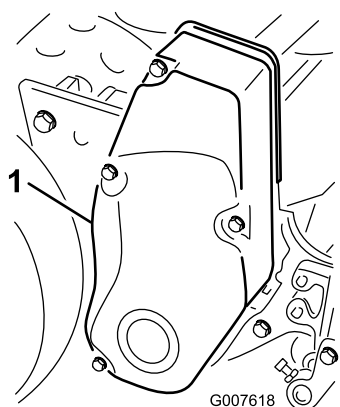

Figura 41
1. Togliete i dispositivi di fissaggio del copricinghia e il copricinghia per accedere alla cinghia (Figura 41).